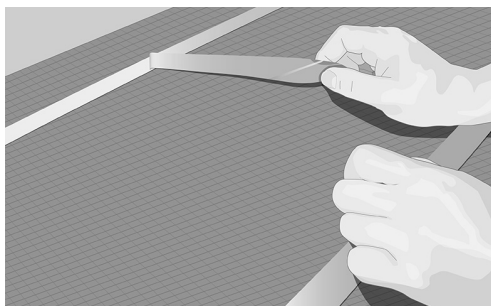

Fig. 10. Applicera dubbelhäftande tejp och ta bort baksidan
8. Bruk dubbelhäftande tejp, smältlim eller annan fästansordning på golvytan med 30–40 cm mellanrum så att detta är tillräckligt fästa (Fig. 10).